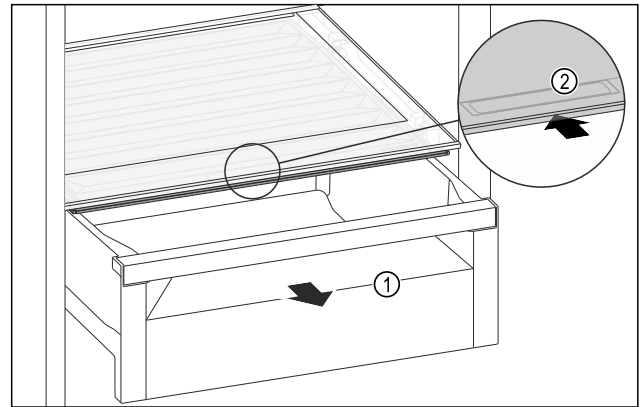

Fig. 117
- Çekmece bölmesini Fig. 117 (1) çekerek çıkarın.
- Raf kapağındaki tutma boşluğundan Fig. 117 (2) tutun ve aynı anda raf kapağını arkaya doğru kaydırın.